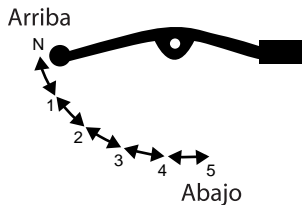

Imagen 19. Cambio de velocidades
4. Meter la primera velocidad oprimiendo el pedal de cambio de velocidades. *Ver imagen 19.*
- Seguir el mismo proceso para meter el siguiente cambio de velocidad. Ver imagen 19.